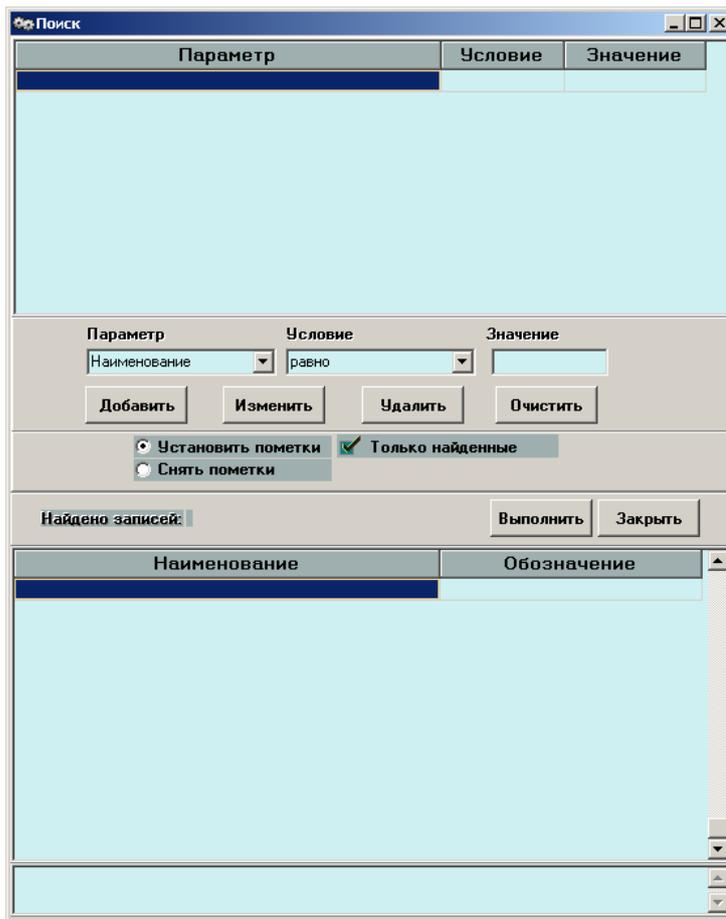

Рисунок 2 - Окно формирования запросов поисковой системы
- окно формирования запросов поисковой системы (рисунок 2);